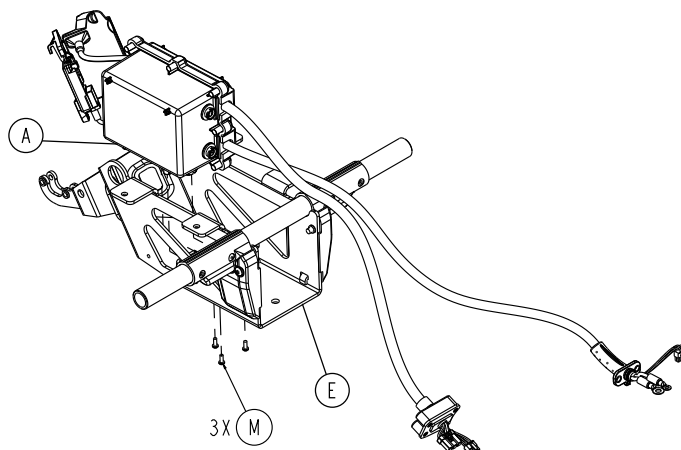

Figure 61 – Retirer les vis de l'ensemble de boîtier HBC
6. À l'aide d'une clé Torx T20, retirer les trois vis de taraudage à tête cylindrique (M) qui fixent l'ensemble de boîtier HBC (A) au support de cage alvéolée (E) (Figure 61). Conserver les vis.